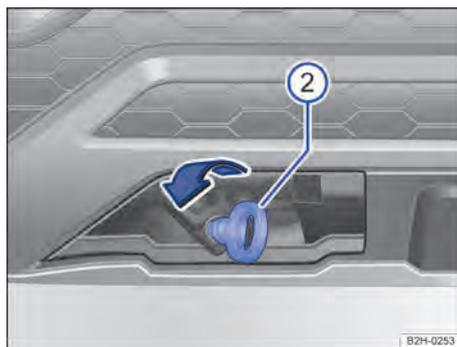

Fig. 162 No para-choque dianteiro à direita: rosquear a argola de reboque.
- Girar a argola de reboque firmemente no **sentido anti-horário** no alojamento → Fig. 162 ②.
- Utilizar um objeto apropriado com o qual a argola de reboque possa ser rosqueada com firmeza no alojamento → ①.